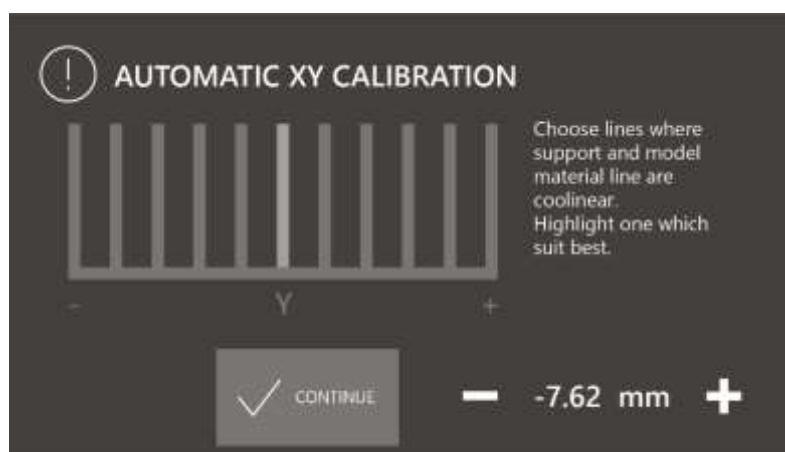

Рис. 66 Экран автоматической калибровки смещения по оси Y
5. Выбрать линию на дисплее, на которой материал модели в части Y лучше всего покрыт материалом опоры (рис. 66)